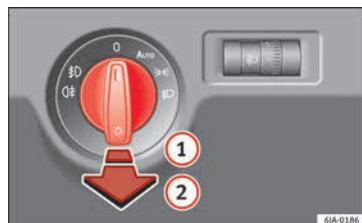

Fig. 132 Cuadro de instrumentos: mando de luces.
- Primero, gire el mando de las luces » fig. 132 hasta la posición », » o **AUTO**.
- Tire del mando de luces hasta la posición ①.
- Primero, gire el mando de las luces **» fig. 132 »** pág. 132 hasta la posición  o **AUTO**.